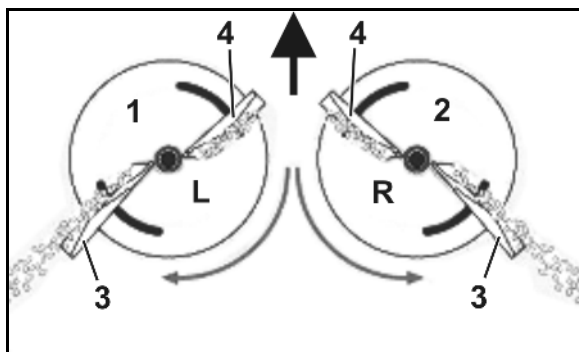

Рис. 19
- лівий розкидний диск (Рис. 19/1) з маркуванням **L**.
- правий розкидний диск (Рис. 19/2) з маркуванням **R**.
- Довга (Рис. 19/3) — шкала налаштувань зі значеннями від 35 до 55.
- Коротка (Рис. 19/4) — шкала налаштувань зі значеннями від 5 до 28.